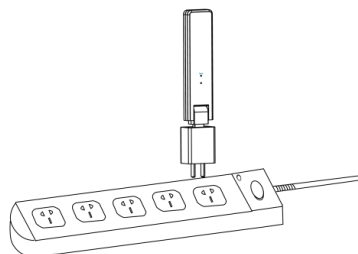

Abbildung 2
b. Bei der Verwendung des Leistungsstreifens, stellen Sie sicher, dass er mindestens 1 Meter über den Boden platziert ist, und versuchen Sie die DTU so gut wie möglich 90 Grad vertikal zum Boden zu installieren (Abbildung 2).